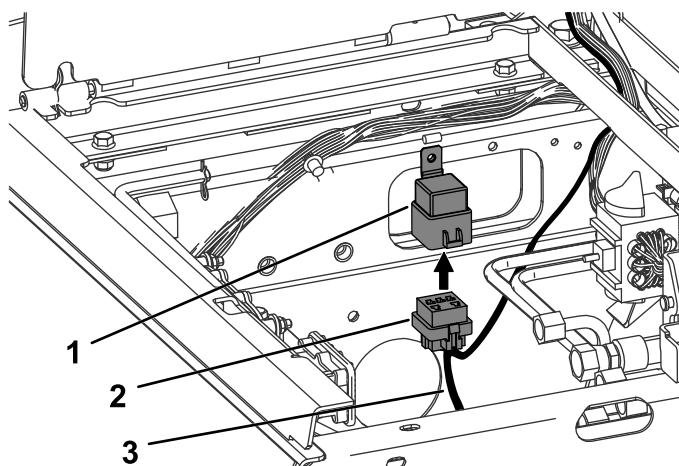

Figura 27
8. Enchufe el conector del relé en el relé, según se muestra en Figura 27.